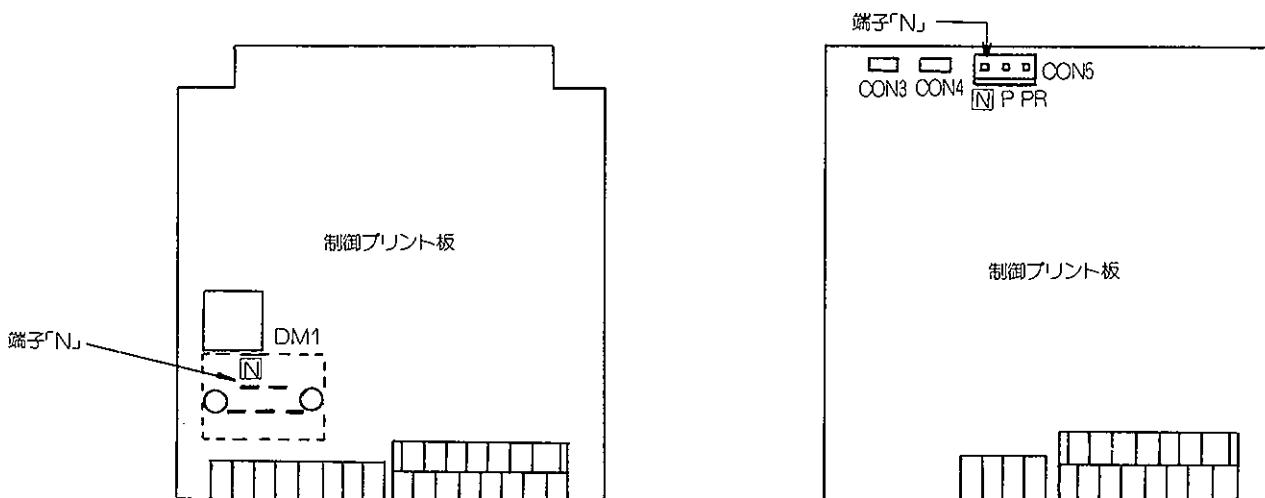

図18 チェック用N端子位置
- (1) 準備
- (2) チェック方法
- インバータの端子台R,S,T,U,V,W,P,N(端子Nは外部結線用として用意されていません。図18に示す位置にチェック用として付いています。)にてテスターの極性を交互に替えて導通状態を測ることで良否の判定ができます。